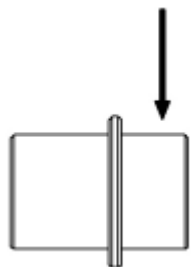
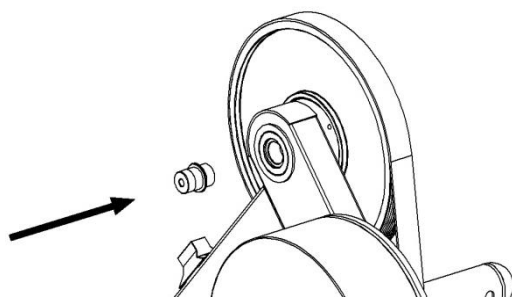

FIG 21
FIG 22
**2º****INSERINDO O ESPAÇADOR (FIG 22)**
Identificar o lado com menor comprimento da peça TA0004 (ou TA0041 de acordo com o tipo de eixo) FIG 21 e inserir no alojamento do Cyclotronics como pode ser vista na FIG 22, deixando o lado com maior comprimento para fora.